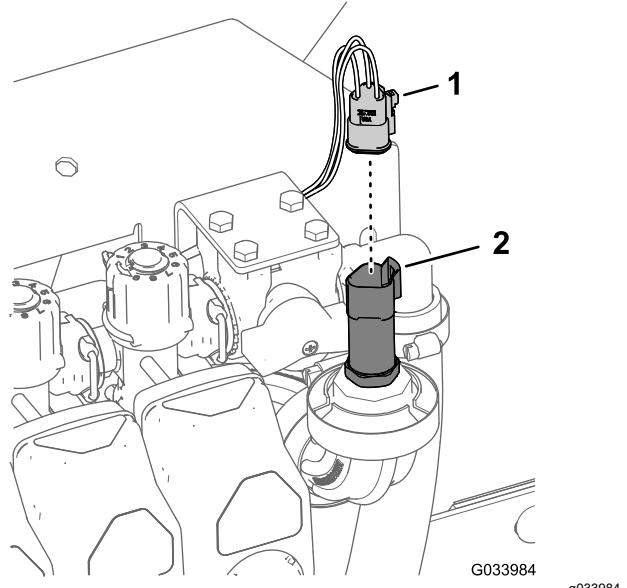

Figure 25
- Débranchez le connecteur à 3 douilles du transducteur (Figure 25).